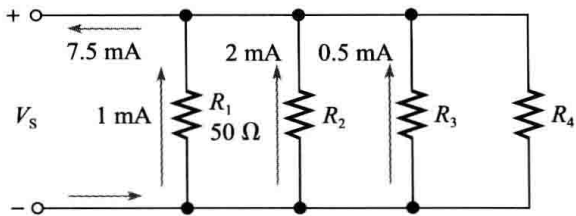

图 5-64 习题 31 图
31. 在图 5-64 所示的电路中，请确定电阻值 R_2 、 R_3 和 R_4 。